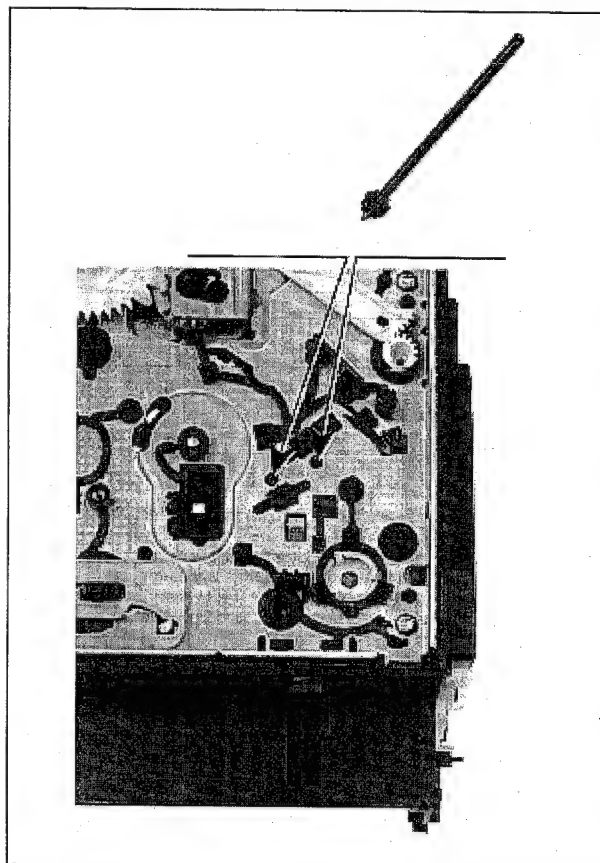

Abb. M10
- Mittels Einstellwerkzeug (von der Unterseite des Laufwerks das Bremsband so einstellen, daß die Nase des Bandzugfühlers deckungsgleich mit der linken inneren Führungskante von Führung links ist. (Siehe Abb. M10/M11)
- Mit dem Einstellwerkzeug (von der Unterseite des Laufwerks) die Feder (Pos.11) auf einen Bandzug von $0.24N \pm 0.02N$ ($24g \pm 2g$) einstellen. (siehe Abb. M10/11).